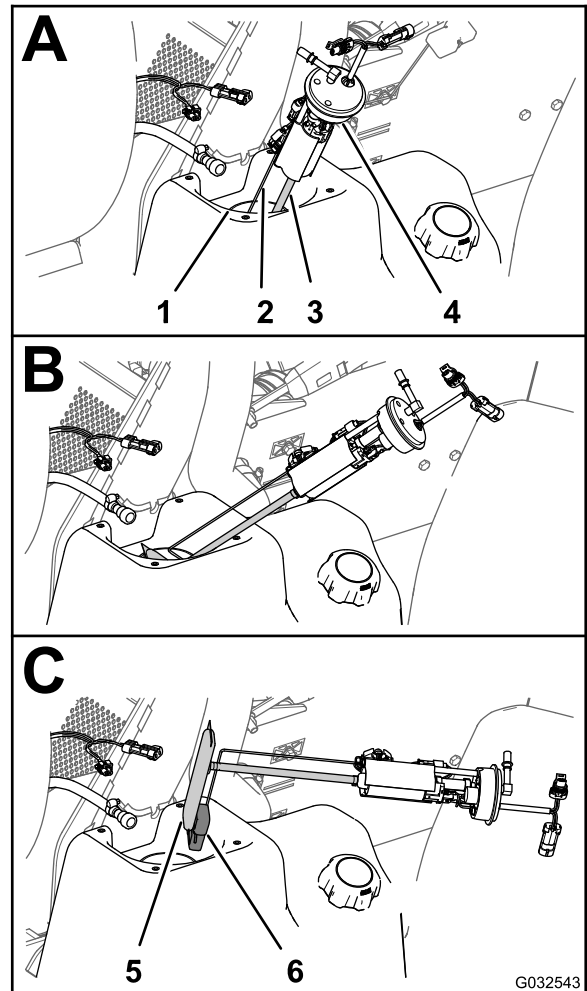
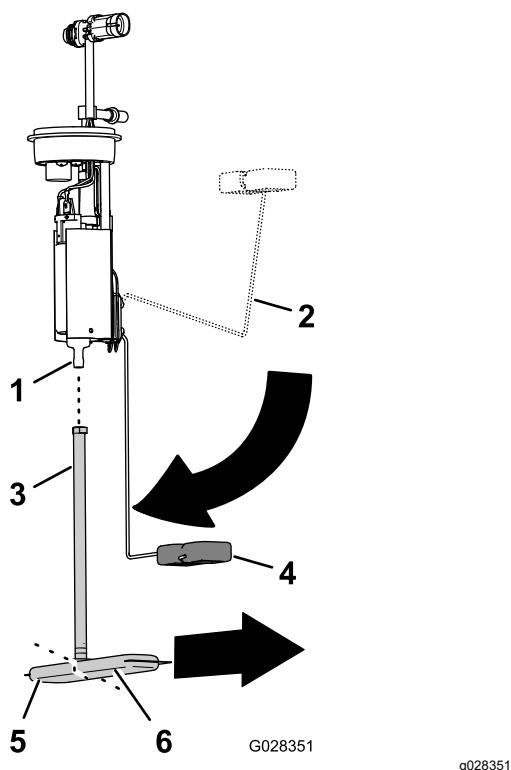

図 87
図 88
4. 燃料ポンプ/センターユニットを回しながら慎重に燃料タンクの首から外す 図 87。
1. 燃料ポンプのフィッティングから燃料フィルタのピックアップチューブを外す 図 88。
2. 新しい燃料フィルタのピックアップチューブを、燃料ポンプのフィッティングに合わせる 図 88。
3. 燃料フィルタの長い方の脚を、フロートのアームが「残量ゼロ」位置の時のフロートに合わせる 図 88。
4. 燃料ポンプのフィッティングをピックアップチューブの一番奥まで入れる 図 88。
1. フロートのアームとピックアップチューブを支えながら、フロートと燃料フィルタを燃料タンク内に入れる 図 87。
2. 燃料ポンプ / センターユニットを、燃料タンク内部に入れる 図 87と図 88。
3. 燃料ポンプ / センターユニットおよび燃料タンクの首にシールとナットを取り付け、ナットを十分に締め付ける 図 87。
4. 燃料ポンプのフィッティングに燃料ホースのカップリングを接続する 図 87。
5. 燃料ポンプ / センターユニットの2ピンコネクタを、車両用のワイヤハーネスの2ソケットコネクタに接続し燃料ポンプ / センターユニットの2ソケットコネクタを、車両用のワイヤハーネスの2ピンコネクタに接続する 図 87。